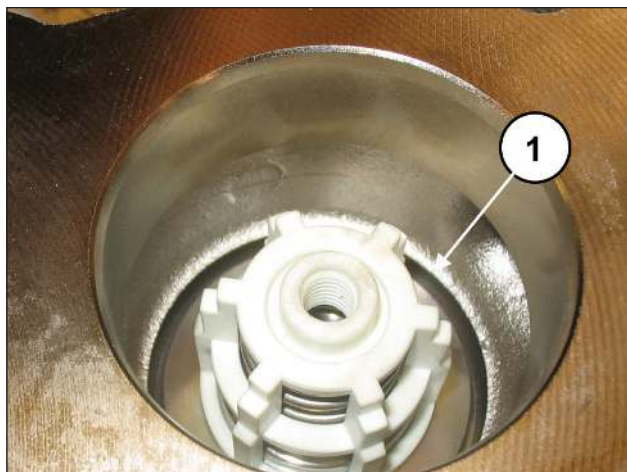

Fig. 108
Introducir el grupo de la válvula de envío a fondo como se muestra en pos. ①, Fig. 108.